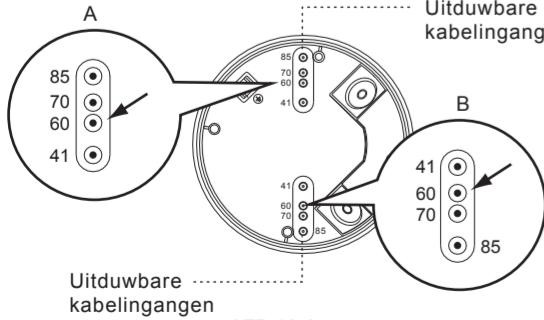

AFB.12
4.4.2.4 Sluit de twee veerklemmen van de detector en breng de detector in het boorgat in het plafond in (zie AFB.12).